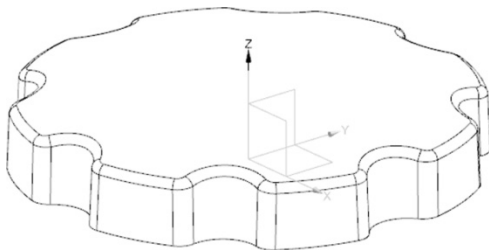

图 1-1 产品结构
(1) 启动 NX 10.0, 打开 xn.prt, 产品结构如图 1-1 所示。